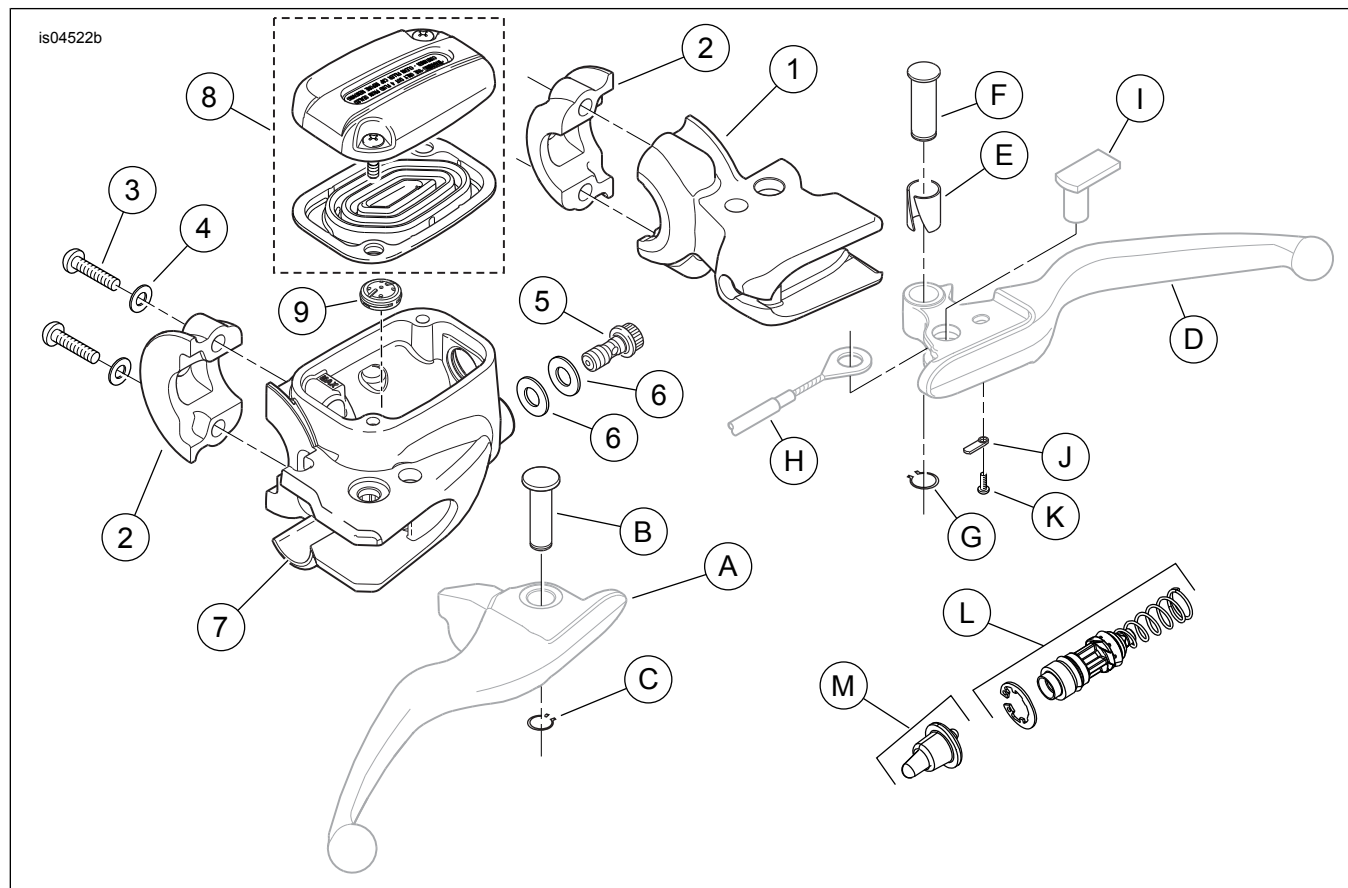

Figura 5. Peças de reposição, kit do cilindro-mestre do freio dianteiro e suporte da embreagem cromado
- Veja Figura 5. Remova e **descarte** o anel de retenção (G) do pino de articulação (F). Remova e **guarde** o pino do suporte da alavanca da embreagem (1).
- Remova o pino de encaixe (I) do cabo de embreagem da alavanca manual da embreagem (D). Remova a extremidade em forquilha do cabo da embreagem (H) e a alavanca manual do suporte.
- Usando uma chave T-27 TORX®, remova e descarte os dois parafusos (3) e arruelas lisas (4) que fixam o prendedor do guidom (2) no suporte da alavanca da embreagem. Remova do guidom o suporte da alavanca da embreagem e o prendedor.
- Veja Figura 5. Pegue a alavanca manual da embreagem original de fábrica (D) removida anteriormente ou uma nova alavanca (adquirida separadamente). Verifique se a bucha da articulação (E) está no lugar.
- Posicione a extremidade de forquilha do cabo da embreagem (H) na alavanca da embreagem e deslize o pino de encaixe (I) no lugar. A parte plana do pino deve ficar virada para o lado da alavanca manual de embreagem.